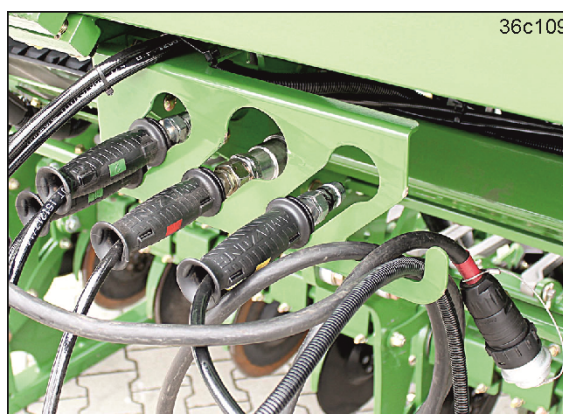

Рис. 133
6. Повесьте питающие магистрали на держатель для шлангов (Рис. 133).